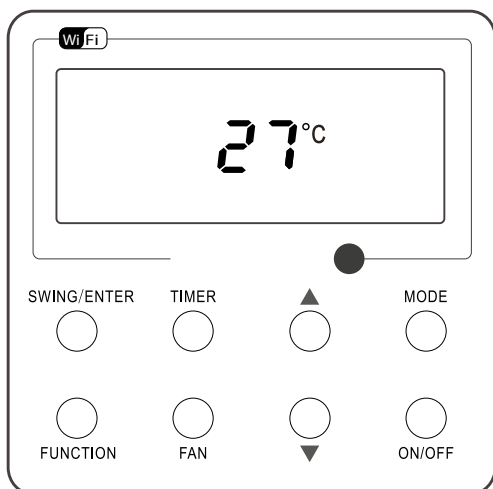

Abb. 4 Zustand „OFF“
■ **Hinweis:** Auf Abb. 4 ist der Zustand „OFF“ des Gerätes nach dem Ausschalten dargestellt. Auf Abb. 5 ist der Zustand „ON“ des Gerätes nach dem Einschalten dargestellt.